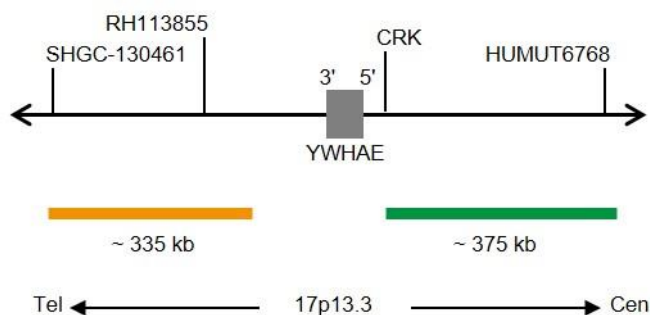

Fig. 1: SPEC YWHAE Mappa della sonda (non in scala)
- Polinucleotidi (~10 ng/μl) marcati con ZyGreen (eccitazione 503 nm/emissione 528 nm), le cui sequenze target mappano in 17p13.3* (chr17:1,339,752-1,716,668) prossimali al punto di rottura di YWHAE (vedere Fig. 1).
- Polinucleotidi (~4.5 ng/μl) marcati con ZyOrange (eccitazione 547 nm/emissione 572 nm), le cui sequenze target mappano in 17p13.3* (chr17:791,171-1,124,746) distali al punto di rottura di YWHAE (vedere Fig. 1).